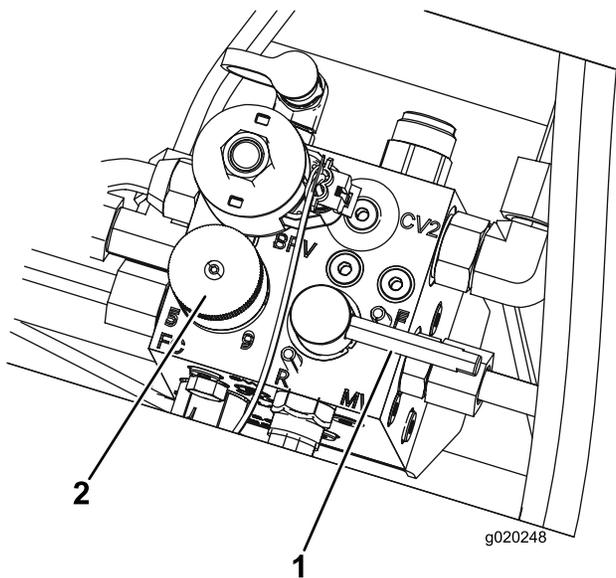

Рисунок 97
5. Установите ручку регулировки скорости вращения барабана в положение 1 (Рисунок 97).
6. Установите рычаг заточки обратным вращением в положение R (заточка обратным вращением) (Рисунок 97).